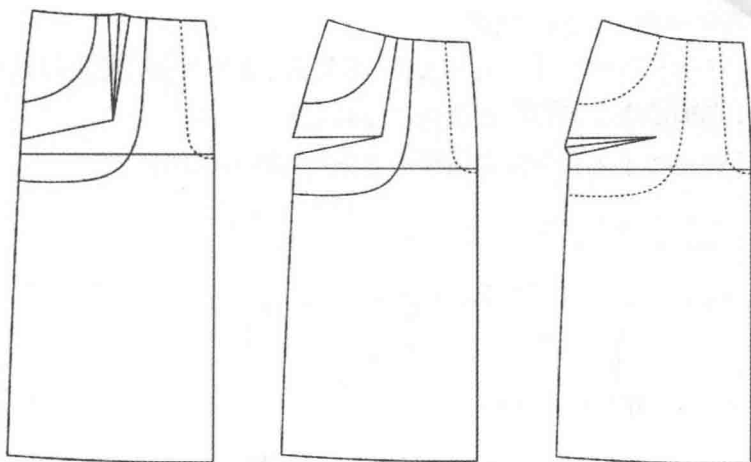

图6-78 前片转省处理
(15) 前片转省处理。
①选择  【移动】工具按住【Shift】键,进入【复制】功能。将前片结构线部分复制在空白处。
②选择  【转省】工具将腰省转移,选择  【加省山】工具把省山画好,然后用  【智能笔】工具画好省中线。
③在快捷工具栏处先改变线型  ,然后用  【设置线的颜色类型】工具点击袋位线;将袋位线改为虚线(图6-78)。